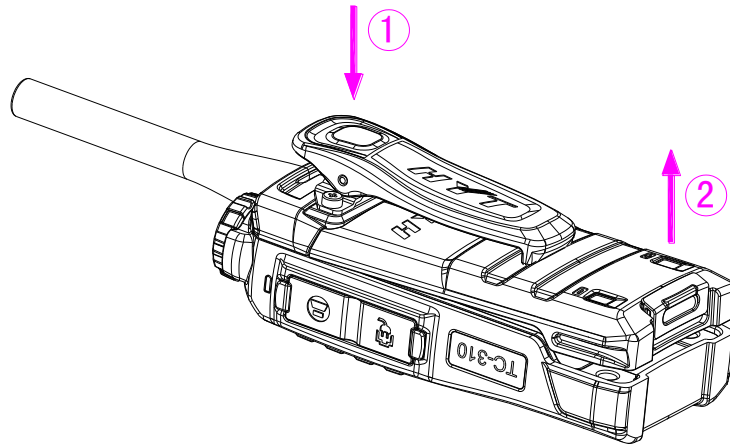

图 3
1. 首先应关闭对讲机。一手握住对讲机主体上部，沿箭头 ① 所示方向压住皮带夹顶部，使皮带夹尾部翘起。然后沿箭头 ② 所示方向往上提起电池推钮。如图 3 所示。